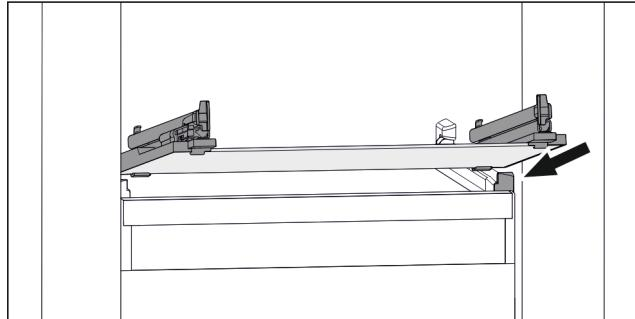

Fig. 89 Примерное отображение стеклянной пластины
- Наклоняя вниз, установите стеклянную пластину за стопоры. (см. Fig. 89)